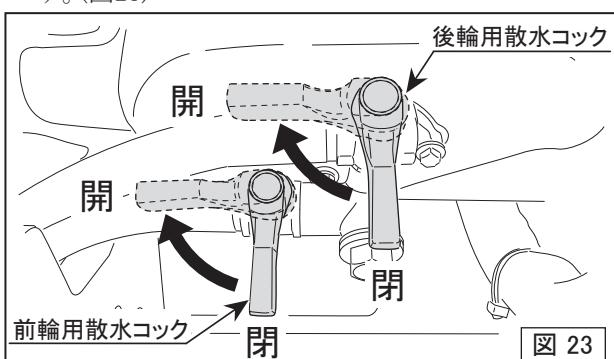

図 23
- 散水作業を行う時は、水コックを開いてください。水コックは前側ドラム用と後側ドラム用の2か所あります。(図23)